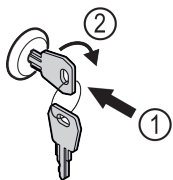

Fig. 58 Príklad zobrazenia
- Zatlačte kľúč Fig. 58 (1).
- Otočte kľúč o 90° v smere hodinových ručičiek Fig. 58 (2).